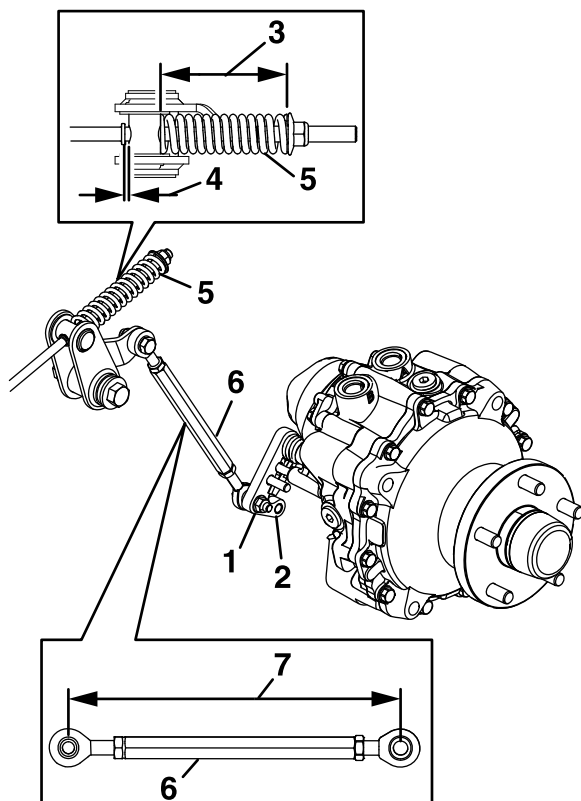

Bild 54
7. Messen Sie die Länge des Zuglenkers (Bild 54).
8. Messen Sie die Länge der Feder (Bild 54).